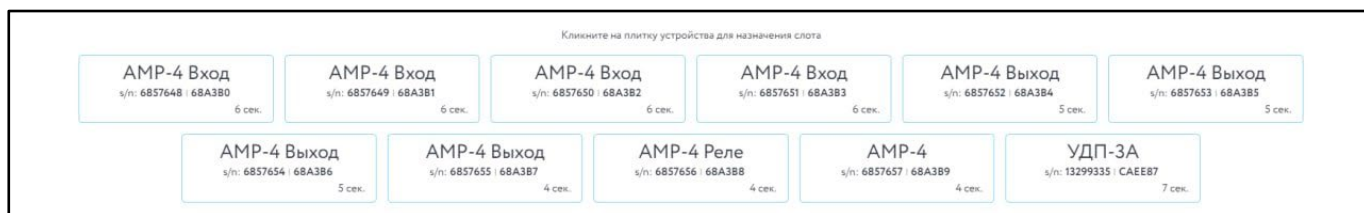

Рисунок 99 – Найденные устройства
3. **Найденные устройства** – список доступных УСО, найденных стиком (рисунок 99);